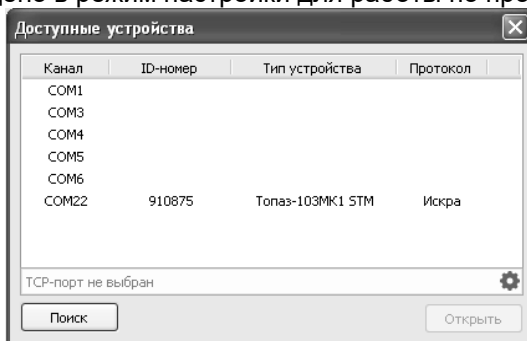

Рисунок 1
6.2 Запустить программу (файл NastrTopaz.exe). Автоматически запустится сканирование всех доступных COM-портов. Для найденных устройств отображается их ID-номер, тип устройства и протокол связи (рисунок 1). Выбрать "Топаз-103МК1 STM" (это устройства с общим функциональным типом) и нажать кнопку "Открыть". Устройство будет переведено в режим настройки для работы по протоколу "Топаз".